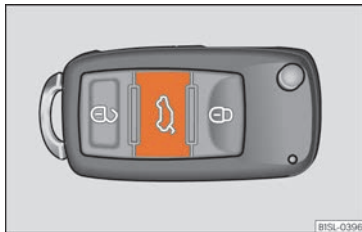

Fig. 73 Sur la clé du véhicule : bouton de déverrouillage et d'ouverture du hayon arrière.
- Appuyez sur le bouton  de la clé du véhicule » **fig. 73** pendant environ une seconde pour déverrouiller le hayon arrière.